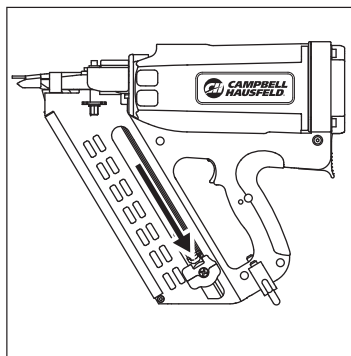

Figure 16
1. Tirer le poussoir à attaches jusqu'au fond du chargeur jusqu'à ce que le poussoir à attaches soit fixé en place (voir la figure 16).